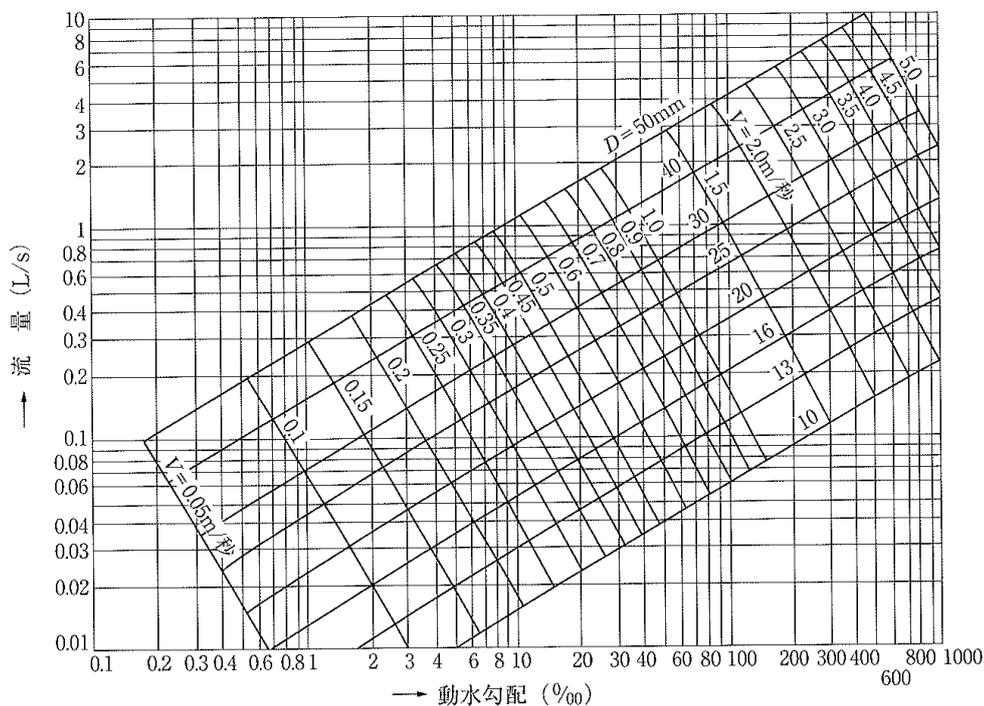

図 4-6 ウェストン公式による給水管の流量図
ウエストン公式による給水管の流量図を示せば、図 4-6 のとおりである。
- ② 図 4-6 のウェストン公式流量図から、標準使用流量に対応する動水勾配( $I$ )を求める。
- ③ 直管換算長( $L$ )は、 $L = (h / I) \times 1000$  である
(4) ヘーゼン・ウィリアムス公式に基づく流量図は、本基準書では省く。必要がある場合は、(公社)日本水道協会発行の「水道施設設計指針」などに掲げられた図表を参考にする。